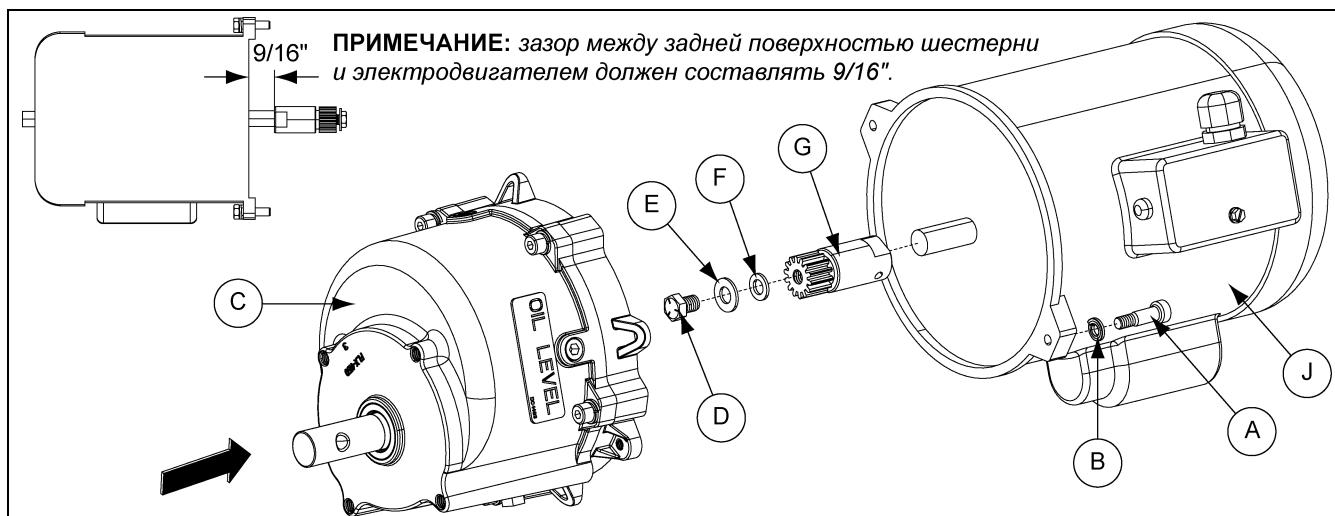

Рисунок 5W
6. Повторная установка коробки передач (C) на двигатель (J), используя болт (D) и шайбы (E и F), ранее удалены. **(Смотрите рисунок 5W.)** Затянуть болт до 50 дюйм-фунт.